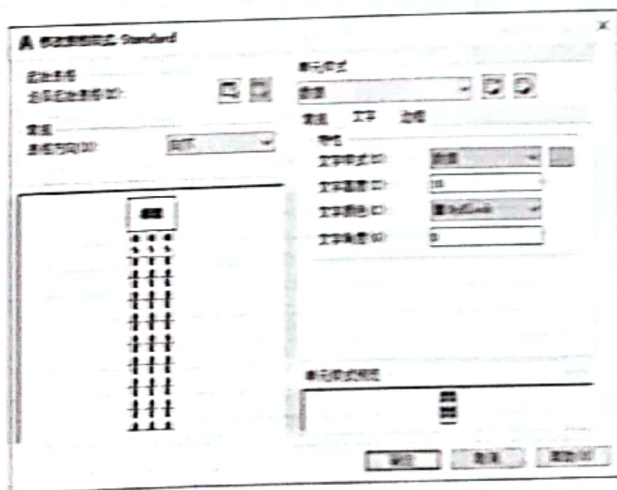

图 7-61 设置“数据”文字
►Step10 选择“数据”单元样式，在“文字”选项卡中设置文字样式为“数据”，再设置文字高度为 10，如图 7-61 所示。